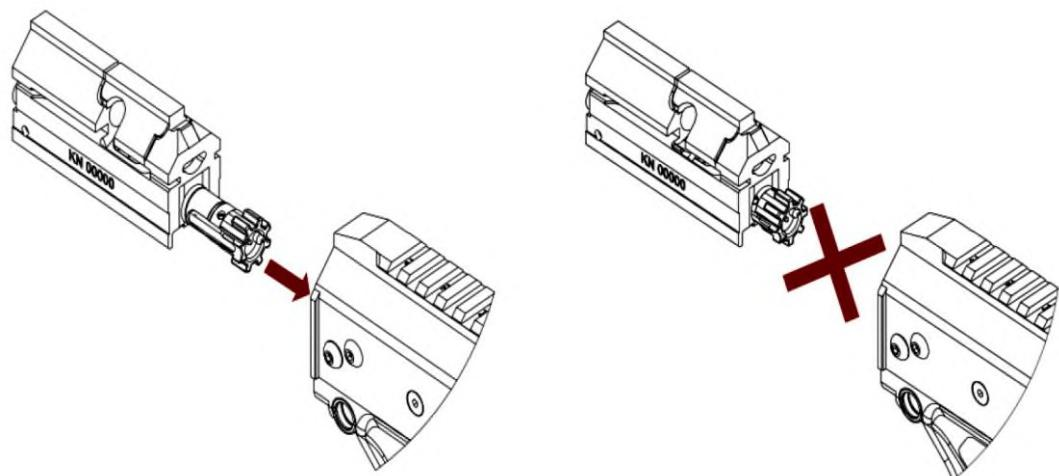

Рисунок 2.30 – Монтаж затворної рами із затвором, необхідне положення затвора
- 7) вставити затворну раму із затвором в затворну коробку, для цього (рисунок 2.30):